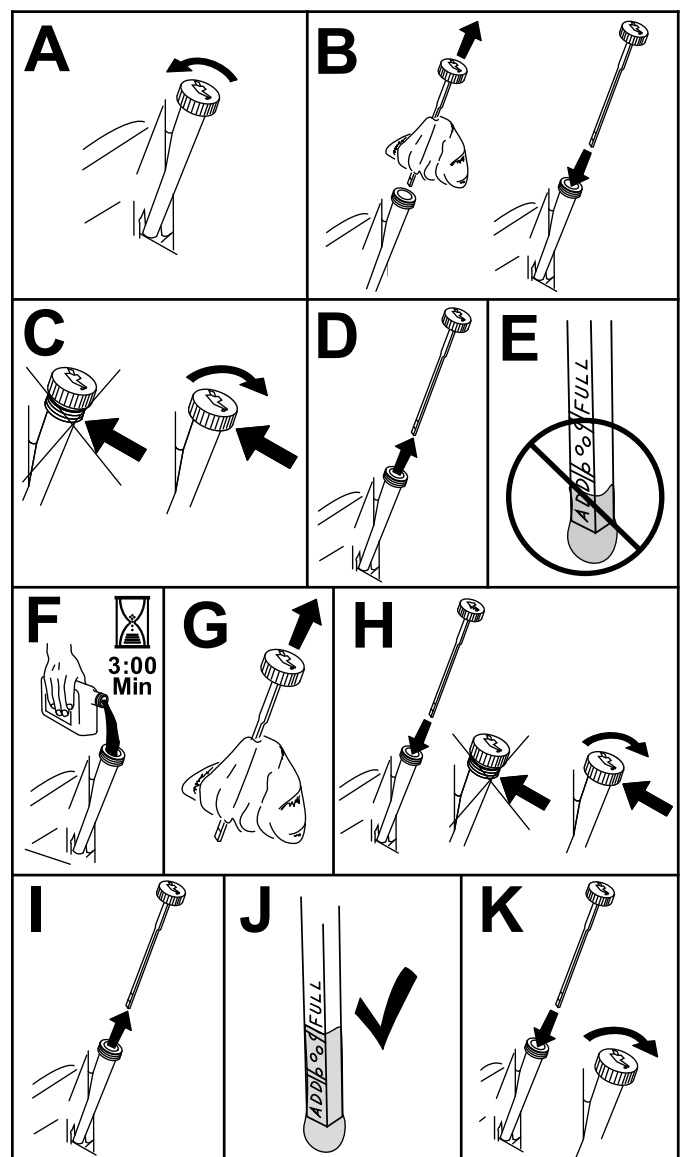

Figura 32
- Verifique o nível de óleo do motor, conforme se mostra na Figura 32.